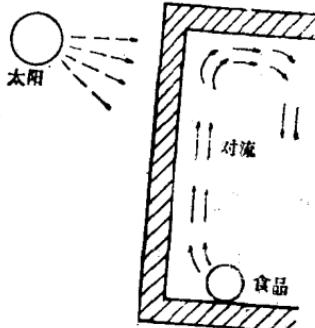

图1 热的传导
- 九、冷藏食品的最佳温度——4℃** ..... (104)
- 十、电冰箱不是保险箱——容易忽略的问题** ..... (104)
- 附表 1 日立 R-165FH 电冰箱零件表** ..... (105)
- 附表 2 日立 R-175FH 电冰箱零件表** ..... (108)
- 附表 3 三洋 SR-517DC 电冰箱零件表** ..... (111)
- 附表 4 夏普 SJ-155 电冰箱零件表** ..... (116)
- 附表 5 夏普 SJ-175 电冰箱零件表** ..... (122)
- 附表 6 东芝 GR-185 电冰箱零件表** ..... (127)
- 附表 7 东芝 GR-205 电冰箱零件表** ..... (130)
- 附表 8 东芝电冰箱冷冻室、冷藏室传感器热敏特性** ..... (133)
- 附图 1 日立 R-165FH 电冰箱结构图**
下面我们以电冰箱为例说明热量的传导问题(见图1)。